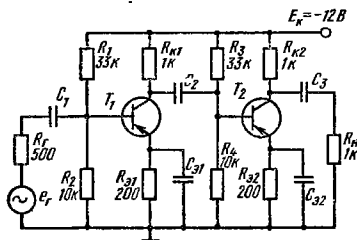

Рис. 3.13
3.1. В предварительном усилителе, схема которого изображена на рис. 3.13, определить номиналы переходных и блокирующих конденсаторов, а также необходимый тип активных элементов для обеспечения нижней граничной частоты  $f_H = 100$  Гц и верхней граничной частоты  $f_B = 500$  кГц. Подсчитать коэффициент усиления в области средних частот.
2. Для обеспечения сравнительно высокой верхней граничной частоты выберем высокочастотный транзистор ГТ305А. Методом последовательных приближений, воспользовавшись справочными выходными характеристиками этого транзистора, определим режим по постоянному току транзисторов  $T_1$  и  $T_2$  на рис. 3.13. Для  $E_K = -10$  В получаем  $U_{кэ} = 6$  В,  $I_э = 5$  мА,  $I_B = 200$  мкА. В таком режиме транзистор ГТ305А имеет следующие параметры:  $\beta = 25$ ,  $f_T = 140$  МГц,  $C_K = 7$  пФ,  $r_6 = 70$  Ом,  $r_k = 200$  кОм.